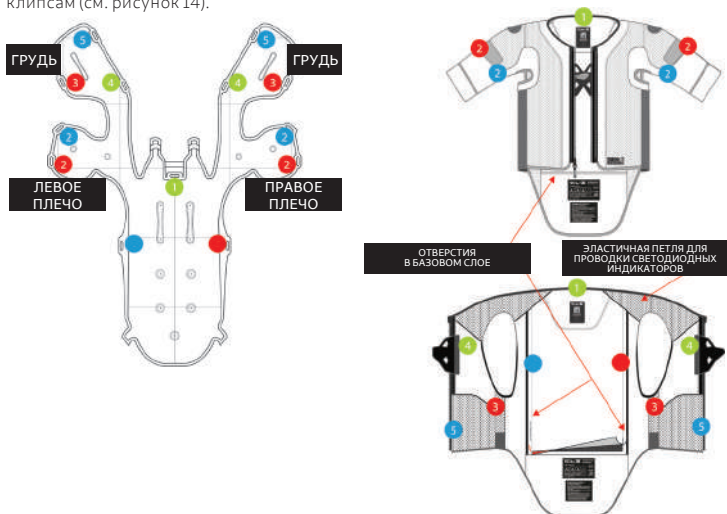

Рисунок 14: Расположение клипс на подушке безопасности (слева) и на базовом слое системы (1) (справа)
1. Снятие подушки безопасности. Получите доступ к подушке через внутренние отверстия (7), показанные на рисунке 6, и далее отстегните все крепежные клипсы, расположенные, как показано на рисунке 14. Каждая клипса имеет цветовую маркировку и номер, чтобы облегчить последующую установку. Всего система содержит 11 клипс: 2 клипсы в области левого плеча (#2 синий и #2 красный); 2 клипсы в области правого плеча (#2 синий и #2 красный); 3 клипсы с левой стороны груди (#3 красный, #4 зеленый, #5 синий); 3 клипсы с правой стороны груди (#3 красный, #4 зеленый, #5 синий); 3 клипсы в области спины (#1 зеленый, # синий, # красный). Рекомендуется начинать отсоединение с клипс на спине, затем перейти к груди, и в завершение — к плечевым клипсам (см. рисунок 14).
2. Установка электронных компонентов. После того как подушка безопасности установлена на место, переверните систему так, чтобы задний защитный элемент (5) оказался сверху. Через имеющееся в нем отверстие вставьте электронные компоненты и проводку. Теперь разверните систему так, чтобы передний клапан (3) оказался сверху, и получите доступ к внутренней части жилета и проводке в области верхней части спины. Установите периферийные датчики обратно в их карманы на липучках, убедившись, что цвет датчика совпадает с цветовой маркировкой на ярлыке. Закройте липучки надежно. Затем установите светодиодные индикаторы (2): сначала аккуратно пропустите их через эластичную петлю, расположенную в области левого плеча (см. рисунок 14), затем проведите проводку вниз через область левой части груди до отверстия рядом с передним клапаном (3).